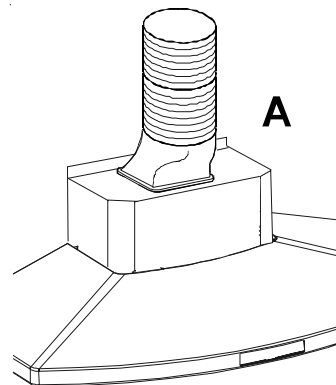

Рис. 1
- В этом режиме дым выводится наружу через **шланг**, который должен подключаться к соединительному фланцу **А**. **Рис. 1.**